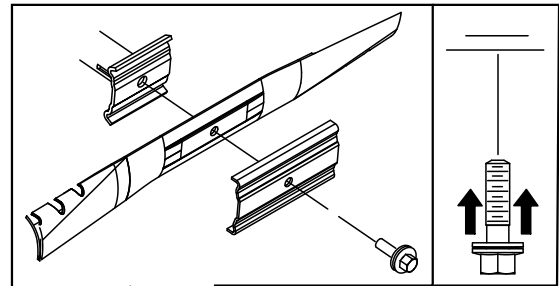

Bild 31
5. Installieren Sie ein neues Messer (drehen Sie die Messerschraube nach rechts) und alle Befestigungen (Bild 31).